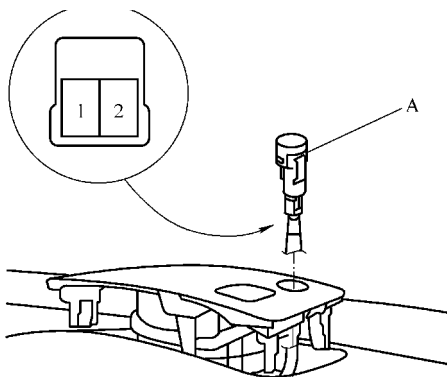

图 13-11 光照传感器的测试方法
2) 将点火开关转至 ON 位置。在连接器连接时, 将 (+) 探针放到 2 号端子上并将 (-) 探针放到 1 号端子上, 测量两个端子之间的电压, 如图 13-11 所示。